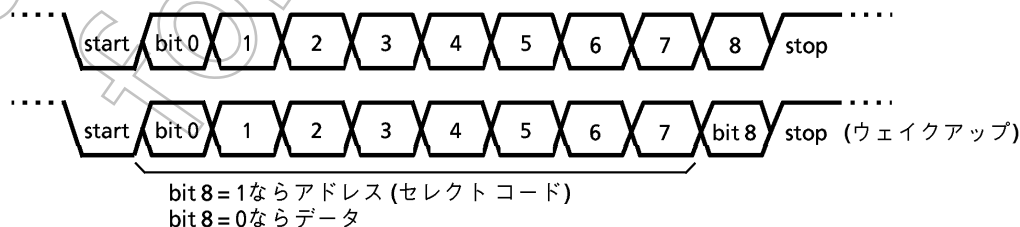

図3.11 (1) データフォーマット
各モードにおけるデータフォーマット(1フレーム分)を図3.11 (1)に示します。